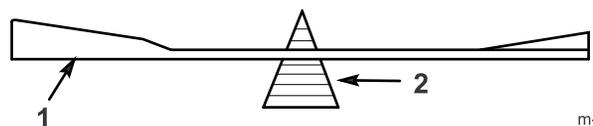

Figure 41
2. Vérifiez l'équilibre de chaque lame en la plaçant sur un équilibreur (Figure 41).